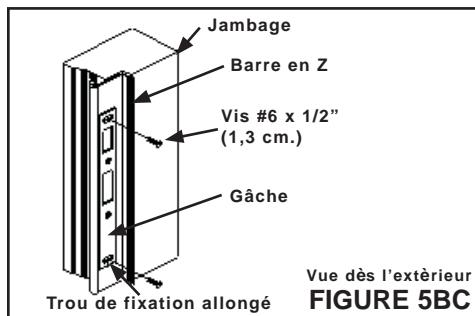

FIGURE 5BC
- B. Ouvrez la porte et placez la gâche sur la barre en Z. Centrez l'ouverture inférieure de la gâche avec les marques correspondant au pêne dormant sur la barre en Z. Centrez les ouvertures de la gâche horizontalement sur les ouvertures de la barre en Z. Marquez le centre des deux trous de fixation allongés et enlevez la gâche. Poinçonnez et percez un trou 3/32po. (0,24 cm.) à chaque marque. **FIGURE 5BC**
- C. Positionnez la gâche sur la barre en Z et fixez le avec deux (2) vis #6x ½ po. (#6x 1,3 cm.). **FIGURE 5BC**